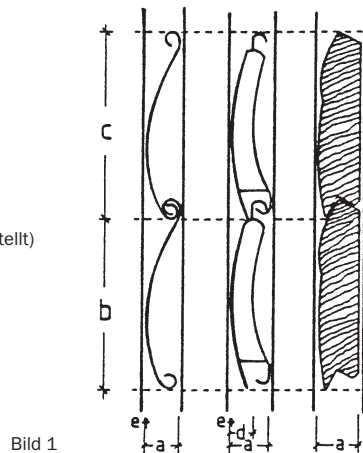

Bild 1
– Maßbezeichnungen (Bild 1)
- (1) Stablänge
(im Bild 1 nicht dargestellt)